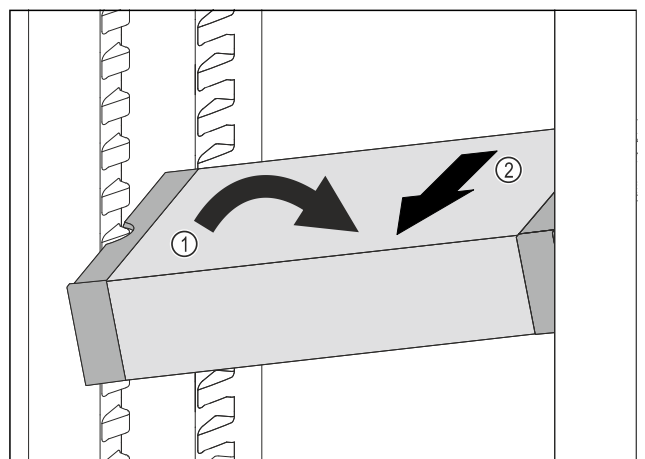

Fig. 99
- Impostare il vano frigorifero di VarioSafe ad angolo. Fig. 99 (1)
- Rimuovere VarioSafe tirando in avanti. Fig. 99 (2)